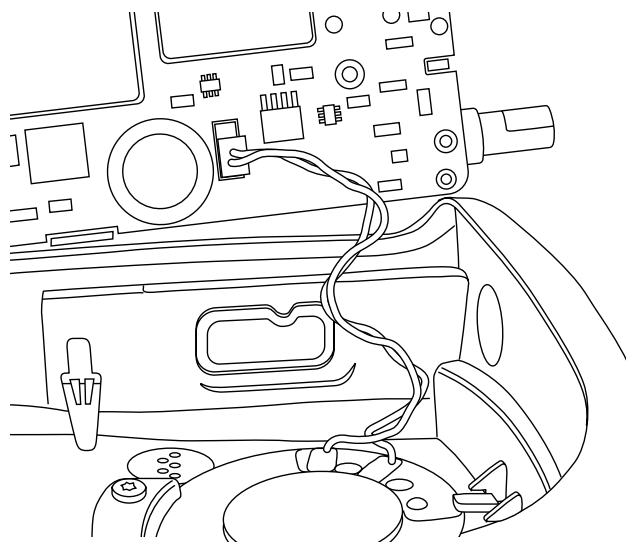

Abb. 2-12 Lautsprecherverdrahtung anschließen
- c. Schließen Sie die Lautsprecherleitung am 2-Pin-Anschluss der Hauptleiterplatte an und biegen Sie die Drähte am Leiterplattenanschluss so zurecht, dass sie in Richtung der oberen Seite des Funkgeräts liegen (Abb. 2-12).